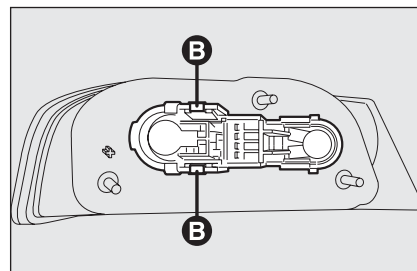

fig. 39
- ☐ estrarre il gruppo portalampane agendo sulle linguette di ritegno **B-fig. 39**;
- ☐ reinserire il gruppo portalampane fissandolo correttamente in posizione mediante le linguette di ritegno **B-fig. 39**;